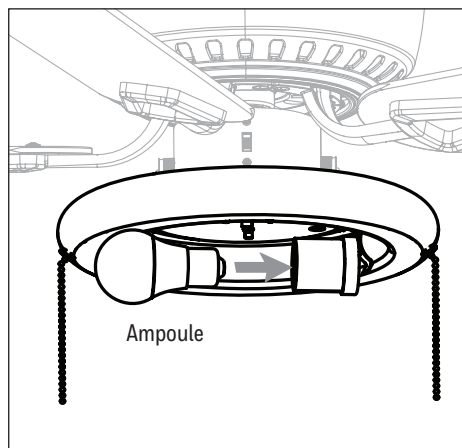

Figure 4.8
8. Vissez une ampoule à culot E26 dans la douille du luminaire. **Important :** Avant de remplacer le ampoule, laissez le ampoule et le luminaire refroidir (Figure 4.8).